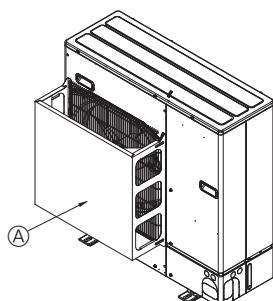

Fig. 2-5
- ② Monter en luftkanal (ekstrauststyr) hvis enheten monteres på et sted der sterk vind fra en orkan osv. kan komme direkte inn i luftutløpet. (Fig. 2-5)